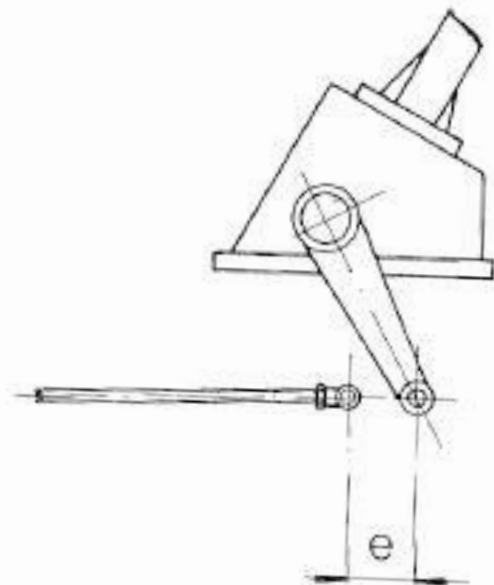

FIG. 70 - Position du levier de direction avec volant complètement à droite
- faire tourner le volant de conduite vers la droite en plaçant le levier de direction tout à fait à l'arrière (Fig. 70).
- mesurer la distance (e) avec un pied à coulisse (Fig. 70)